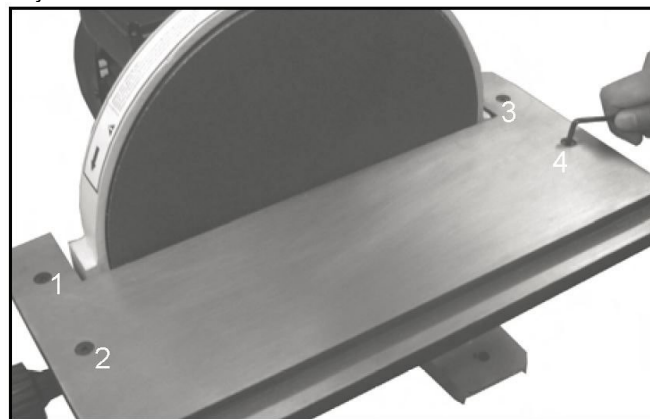

Рис. 04
3. Всегда обеспечивайте зазор приблизительно 1,5 мм между краем рабочего стола и шлифовальным диском. Если требуется регулировка, ослабьте четыре винта (рис. 04) и переместите стол в нужное положение.